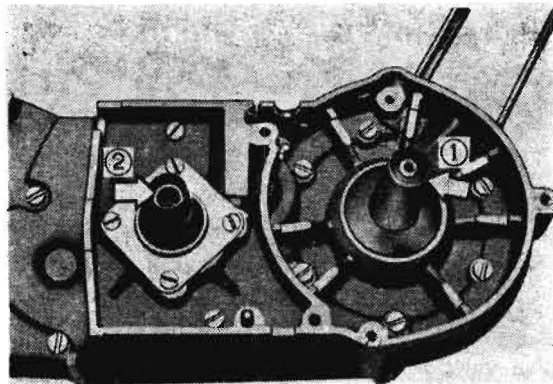

Bild 7/62
- (1) O-Ring
- (2) Ausgleichscheibe Ø 47
- (3) Sicherungsring 47
- (4) Wellendichtring D 20 x 47 x 7 (für Kurbelwelle rechts)
- (5) Ausgleichscheibe Ø 42
- (6) Dichtung für Dichtkappe
- (7) Dichtkappe
- (8) Senkschraube BM 5 x 10 (4 Stück)
- (9) Wellendichtring D 20 x 30 x 7 (für Abtriebswelle, rechts) (Bild 7/61)
Rechtes Kugellager der Abtriebswelle bei Beachtung der Dicke der Dichtung zur Dichtkappe in gleicher Weise und unter Verwendung der Ausgleichscheibe Ø 42 auf max. 0,1 mm bringen; vormontierte Dichtkappe aufsetzen; Befestigungsschrauben einsetzen. Montagehülse „V 015“ (2) für Wellendichtring verwenden! (Bild 7/62)